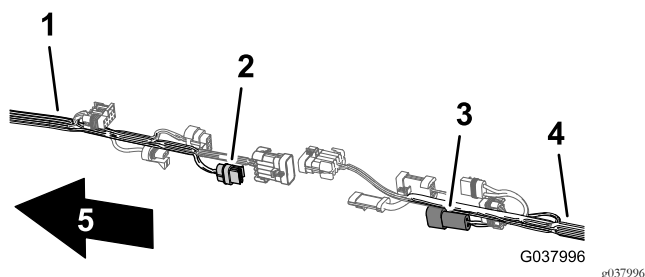

Figura 109
5. Collegate il connettore a 2 pin del cablaggio preassemblato anteriore per la pompa di lavaggio nel connettore a 2 prese del cablaggio preassemblato posteriore per la pompa di lavaggio (Figura 109).